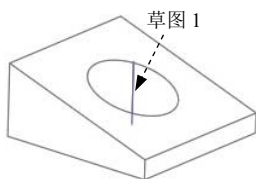
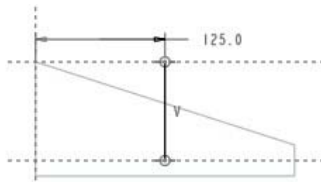
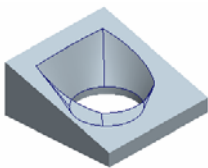

图 5.36.8 草图 1 (建模环境)
图 5.36.9 草图 1 (草绘环境)
图 5.36.14 扫描混合切削特征
Step6. 添加图 5.36.8 所示的草图 1。单击 **模型** 功能选项卡 **基准** 区域中的“草绘”按钮; 选取 FRONT 基准平面作为草绘面, 选取 RIGHT 基准平面作为参考面, 方向为 **右**, 单击 **草绘** 按钮, 系统进入草绘环境; 在草图环境中选取 DTM1 与 DTM2 为草绘参考, 绘制并标注图 5.36.9 所示的草图; 单击按钮, 退出草绘环境。
Step9. 添加图 5.36.14 所示的扫描混合切削特征。
(1) 选择扫描混合命令。单击功能选项卡  区域中的按钮，系统弹出“扫描混合”操控板。
(2) 定义轨迹曲线。
① 在操控板中确认“实体”按钮被按下，并按下“移除材料”按钮.
② 在图形区中选取图 5.36.8 所示的草图 1 为轨迹曲线。